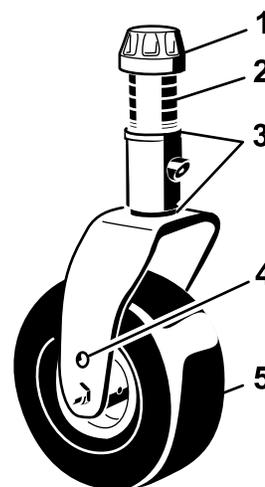

Figura 141
1. Togliete il cappuccio di tensione dall'asse del perno della ruota orientabile ed estraete il perno dal braccio della ruota orientabile (Figura 141).
Rimuovete il cappuccio di tensione e la forcella della ruota orientabile (Figura 141).